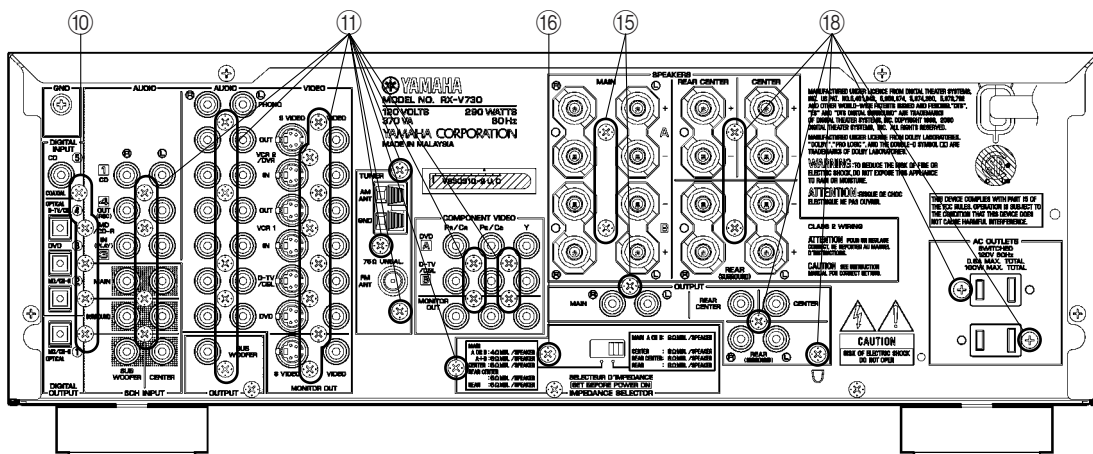
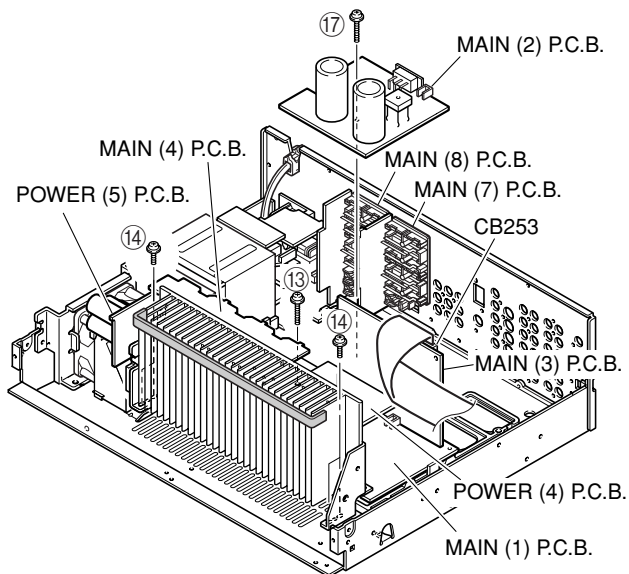

Fig. 4
Fig. 7
- Remove 5 screws (⑩). (Fig. 4)
- ⑩のネジ5本を外します。(Fig. 4)
- Remove 25 screws (⑪). (Fig. 4)
- ⑪のネジ25本を外します。(Fig. 4)
7. Removal of MAIN (7) and MAIN (2) P.C.B.s
- Remove 3 screws (15). (Fig. 4)
- Remove MAIN (7) P.C.B.. (Fig. 7)
- Remove 1 screw (16). (Fig. 4)
- Remove 1 screw (17). (Fig. 7)
- Remove MAIN (2) P.C.B.. (Fig. 7)
8. Removal of MAIN (8) P.C.B.
- Remove 6 screws (18). (Fig. 4)
6. MAIN (1)、MAIN (3)、MAIN (4)、POWER (4)、POWER (5) P.C.B.の外し方
- CB253を外します。(Fig. 7)
7. MAIN (7)、MAIN (2) P.C.B.の外し方
- 15のネジ3本を外します。(Fig. 4)
- 16のネジ1本を外します。(Fig. 4)
8. MAIN (8) P.C.B.の外し方
- 18のネジ6本を外します。(Fig. 4)